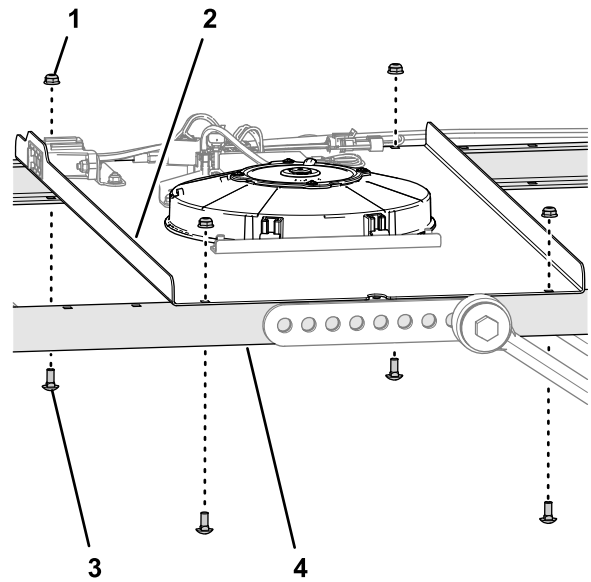

Figura 12
- B. Togliete i 4 bulloni a testa tonda ($\frac{1}{4}$ " x $\frac{5}{8}$ ") e i 4 dadi di bloccaggio flangiati ($\frac{1}{4}$ ") che fissano il pannello dell'interruttore alle canaline destra e sinistra del telaio laterale (Figura 12).
- D. Montate il pannello dell'interruttore sulle canaline del telaio laterale coi bulloni a testa tonda e i dadi di bloccaggio (Figura 12) rimossi nel passaggio 3B.